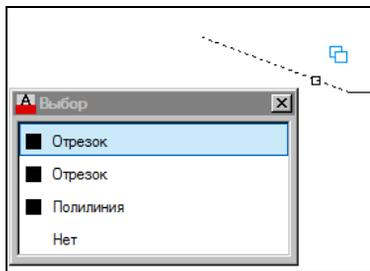

Рис. 4.30. Диалоговое окно **Выбор** при обнаружении наложенных объектов
разрешения данной проблемы в версии 2011 был введен режим циклического выбора (он был упомянут в *главе 2*). В строке режимов ему соответствует кнопка **ЦВ** (SC) или  (см. рис. 1.9). Если при выборе под курсором оказываются наложенные друг на друга примитивы, то система сигнализирует об этом значком , который выводится правее и выше курсора. А после щелчка для выбора объекта при включенном режиме **ЦВ** (SC) система выводит окно **Выбор** (Selection) (рис. 4.30), в котором необходимо отметить тип объекта.